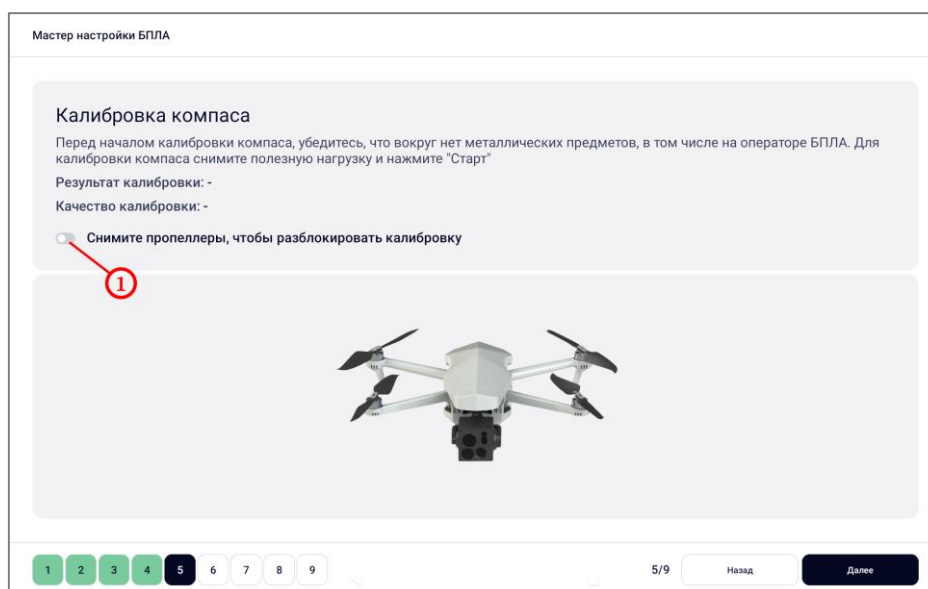

Рисунок 10 – Выполнение шага 5
- выполнить касание тумблера (рисунок 10, шаг 1);